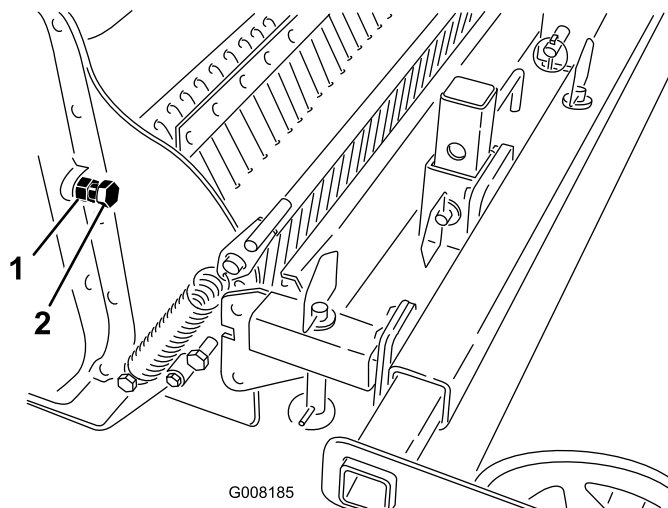

Figura 11
3. Girate la vite manualmente finché non avvertite una resistenza (Figura 11).
2. Allentate il controdado sulla vite di regolazione della cinghia (Figura 11).